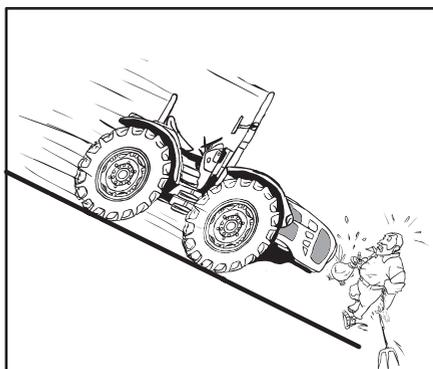

Fig. 2.23
- Mantenete una marcia innestata. Mai effettuare una discesa con la frizione disinnestata o il cambio in folle (Fig.2.23).